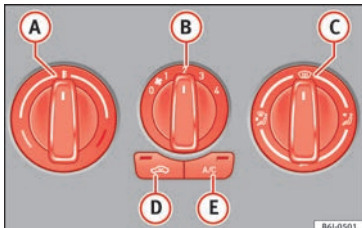

Fig. 166 Mandos del aire acondicionado en el tablero de instrumentos.
- Con los mandos rotativos **A**, **B** y **C** » **fig. 166** se regula la temperatura, la velocidad del ventilador y la distribución del aire.
- Desconecte el sistema de refrigeración con la tecla » **fig. 166** **A/C** (se apaga el testigo de la tecla).
Si el rotativo  » fig. 166 está en posición de deshielo, la trampilla de recirculación estará siempre abierta (indicador luminoso apagado).
• Pulse la tecla  » fig. 166, el testigo de la tecla se ilumina indicando que se ha activado la recirculación del aire interior del habitáculo.